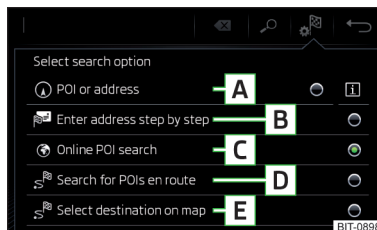

Fig. 183
#### Suprafețe de comandă funcții » fig. 183
- Apoi atingeți suprafața de comandă funcții a uneia dintre opțiunile de meniu pentru căutarea destinației **A**, **C** sau **D** » fig. 183 la pagina 152.
- Apoi atingeți suprafața de comandă funcții  $\text{P}$  → **B** » fig. 183 la pagina 152.
- ▶ Apoi atingeți suprafața de comandă funcții  → **[E]** » fig. 183 la pagina 152.